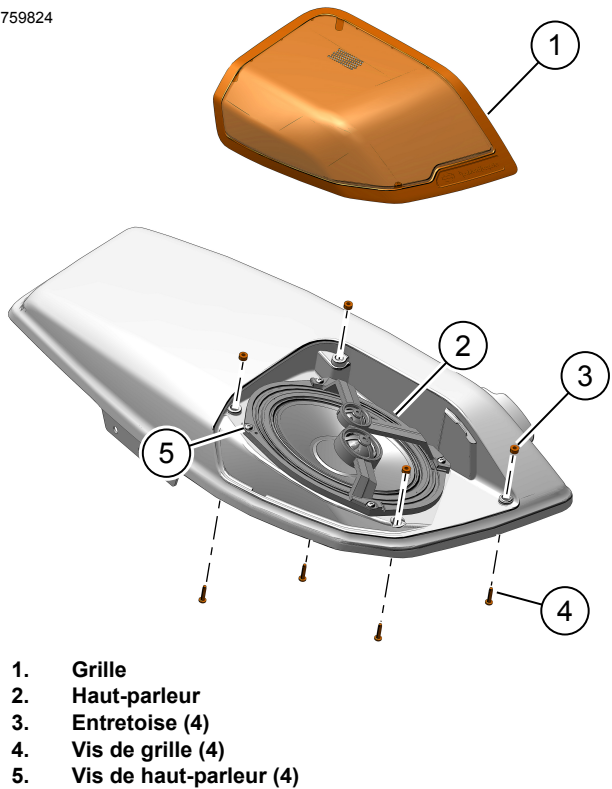

Figure 2. Haut-parleur et grille (standard)
2. Figure 2 Retirer les vis de grille (4).
3. Retirer OEM la grille de haut-parleur (1).
4. Retirer les vis de haut-parleur (5).
5. Retirer OEM le haut-parleur (2) du rabat de sacoche.
- a. Figure 2 Orienter le haut-parleur vers le rabat de sacoche.
2. Figure 2 Installer les vis de haut-parleur (4).